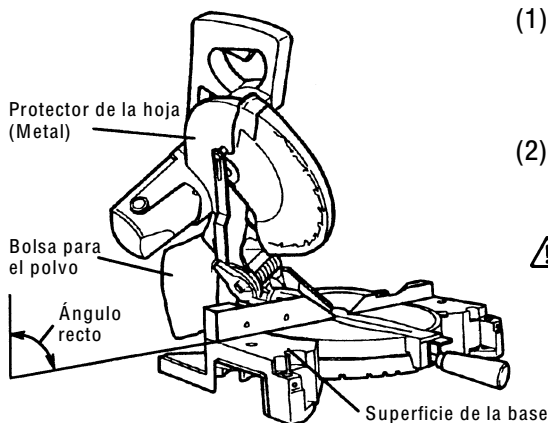

Fig. 35
(1) Cuando la bolsa para el polvo esté llena de polvo, dicho polvo saldrá soplado de la bolsa para el polvo cuando gire la hoja de sierra. Compruebe periódicamente y vacíe la bolsa para el polvo antes de que se llene.
(2) Durante el corte en bisel y compuesto, fije la bolsa para el polvo en ángulo recto con relación a la superficie placa de la base como se muestra en la Fig. 35.